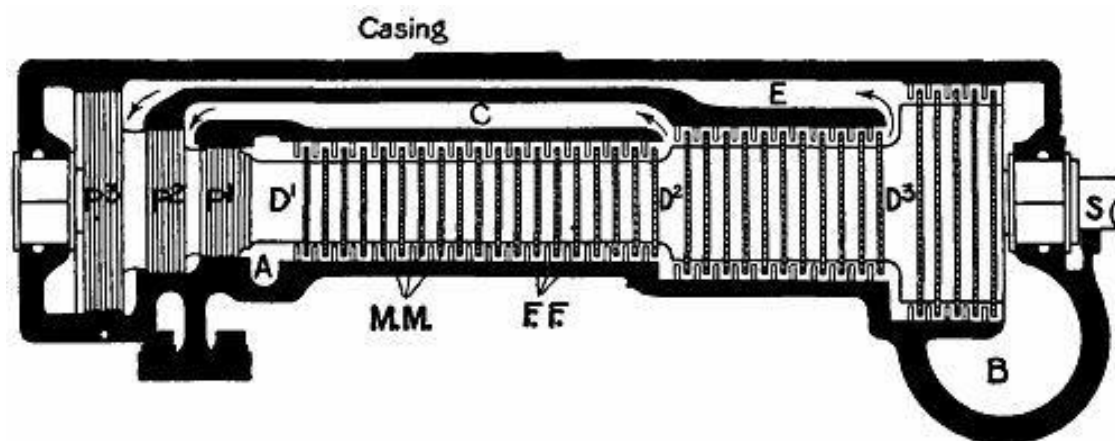

Рис. 37.Секция
Основными частями турбины Parsons являются: (1) вал, на котором установлен (2) барабан; (3) цилиндрический корпус, внутри которого вращается барабан; (4) лопасти на барабане и корпусе; (5) балансирные поршни. На рис. 37 показана схема турбины в разрезе. Следует заметить, что барабан увеличивает свой диаметр в три этапа: D^1 , D^2 , D^3 в направлении вправо. От края до края он усеян маленькими лопастями, расположенными в виде параллельных колец на небольшом расстоянии друг от друга. Каждая лопасть имеет изогнутую секцию (см. рис. 38), полый стороной обращенную влево. Лопасти торчат из барабана, как короткие спицы, и их внешние концы почти соприкасаются с корпусом. К последнему прикреплены равномерно расположенные кольца неподвижных лопаток Ff, направленные внутрь, в сторону барабана, и занимающие промежутки между кольцами подвижных лопаток. Их вогнутые стороны также обращены влево, но, как видно на рис. 38, их линия изгиба лежит в направлении, обратном направлению изгиба ММ. Пар поступает в кожух в точке А и сразу устремляется через лопасти к выпускному отверстию в точке В. Он встречается с первым рядом неподвижных лопастей, и его траектория отклоняется таким образом, что он ударяется о кольцо подвижных (или барабанных) лопастей под наиболее эффективным углом